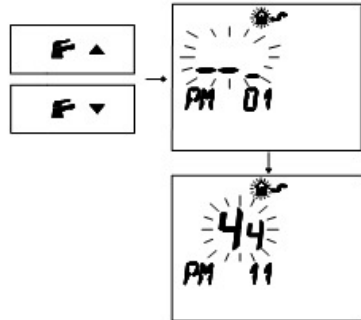

Figura 5.47
- Pulse los botones **F**▲ o **F**▲ para visualizar la programación "PM11" de la postcirculación de la bomba (Figura 5.47).